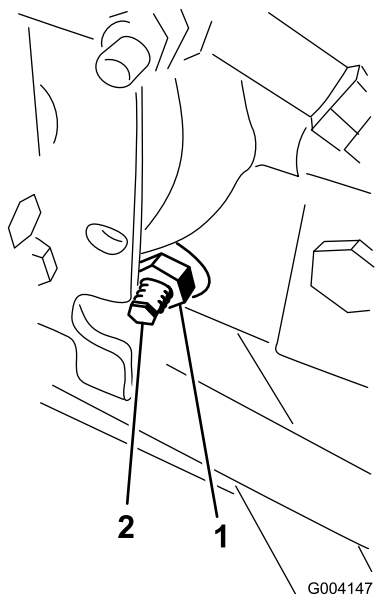

Figura 82
3. Dal lato destro dell'idrostatato, allentate il dado di bloccaggio sulla camma di regolazione della trazione (Figura 82).